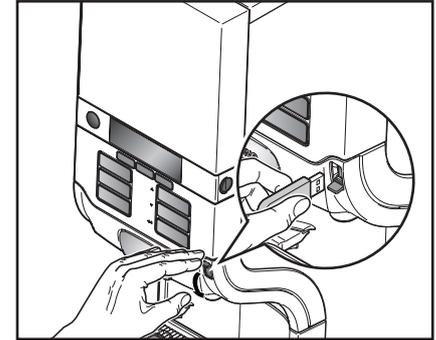

Fig. 23
- Insira a chave de desbloqueio USB na porta USB da máquina para permitir uma tiragem temporária de bebidas. (Fig. 23)